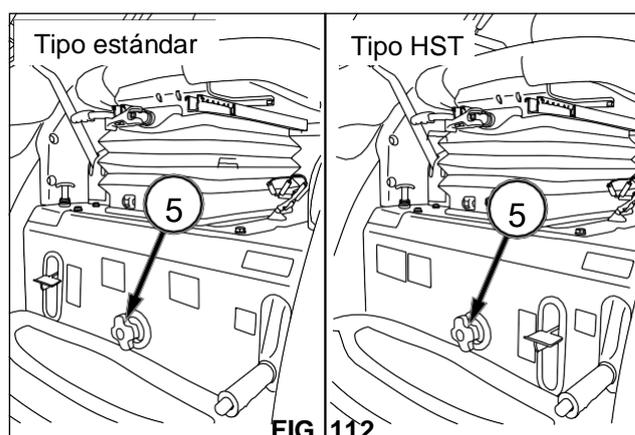

FIG. 112
FIG. 112: La rueda (5) ajusta la velocidad de bajada del enganche de tres puntos y del equipo. Gire la rueda en el sentido de las agujas del reloj para reducir la velocidad de bajada, y en el sentido contrario a las agujas del reloj para aumentarla (el tiempo de bajada disminuye). Al girar la rueda a fondo en el sentido de las agujas del reloj, el equipo se bloquea en su posición elevada.